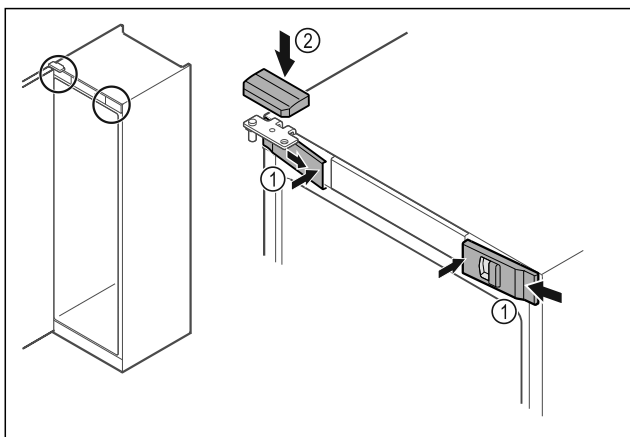

Fig. 51
- Skyv de fremre dekslene Fig. 51 (1) inn på siden, og smekk dem på plass på innsiden.
- Smekk det øvre dekselet Fig. 51 (2) på plass ovenfra.